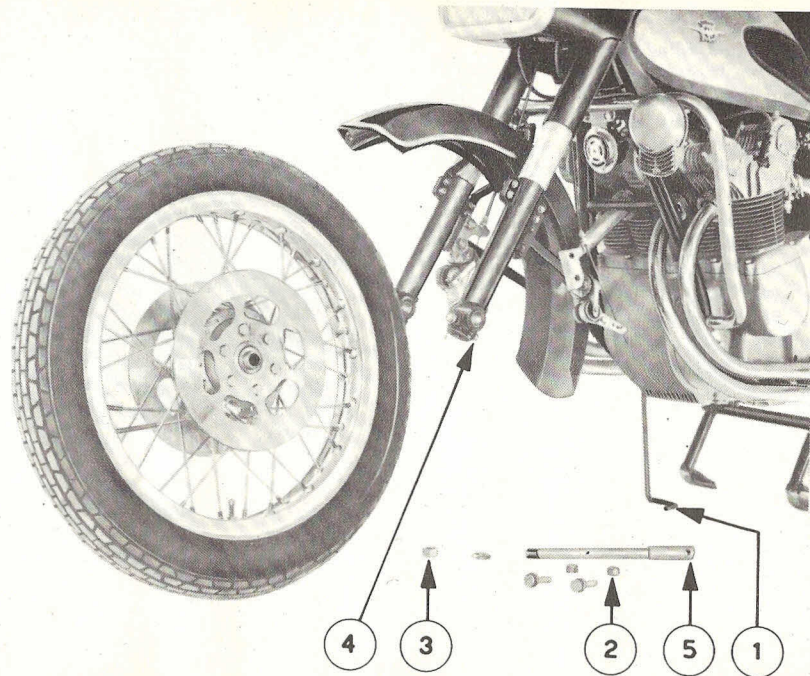

fig. 24
- Sollevare da terra la ruota mediante l'apposito piedino applicato sotto il carter motore 1 fig. 24.
- Smontare una ganaschia del freno, fissa al braccio della forcella, togliendo i dadi autofrenanti 2 fig. 24. con chiave fissa e a tubo mm. 17.
- Togliere il dado 3 fig. 24 del perno ruota.
- Allentare il dado 4 fig. 24 sul braccio della forcella.
- Sfilare il perno ruota 5 fig. 24.
- Caler en suite la roue avec le pied qui se trouve sous le carter moteur 1 fig. 24.
- Démonter une mâchoire du frein, fixée au bras de la fourche, en dévissant les écrous auto-freinants 2 fig. 24 avec clef fixe et clef à tube de 17 mm.
- Anlever l'écrou 3 fig. 24 sur le moyeu de la roue.
- Deserrer l'écrou 4 fig. 24 sur le bras de la fourche.
- Lift the front wheel by means of the special support rod fitted under the engine casing 1 fig. 24.
- Remove one brake caliper from the fork leg by loosening the self locking nuts 2 fig. 24 by means of a flat spanner and of a 17 mm box spanner.
- Remove nut 3 fig. 24 from wheel spindle.
- Loosen nut 4 fig. 24 on fork leg.
- Remove wheel spindle 5 fig. 24.